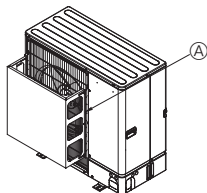
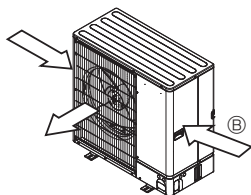

Fig. 2-4
Fig. 2-5
- ② Installare una guida per la bocca di uscita dell'aria opzionale nel caso l'unità venga installata in un luogo dove vento forte causato da tifoni o da fenomeni simili possono penetrare direttamente nella bocca di uscita dell'aria. (Fig. 2-4)
- ③ Guida per la bocca di uscita dell'aria
- ④ Se possibile, posizionare l'unità in modo che la bocca di uscita soffi perpendicolarmente alla direzione del vento stagionale. (Fig. 2-5)
- ⑤ Direzione del vento